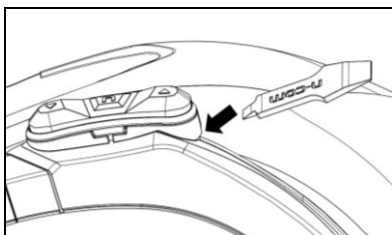

Fig. 26
- Fjern tastaturet fra hætten, ved at bruge som løftestang, som vist på Fig. 26.